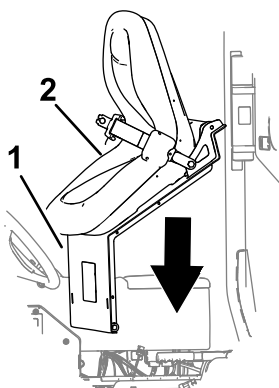

Figure 222
1. Placez le siège et son plateau sur le châssis de la machine (**Figure 222**).